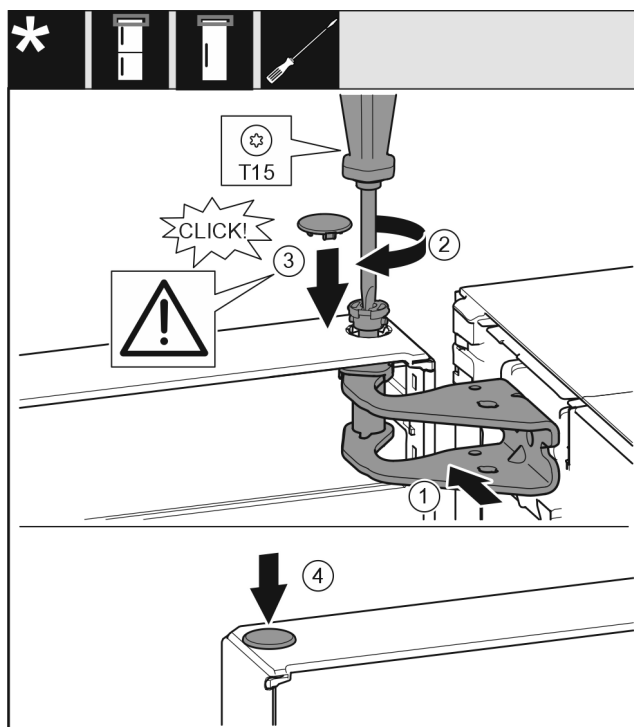

Fig. 26
- ▶ Wyrównać drzwi u góry względem otworu w płytce zawiasu. Fig. 26 (1)
- ▶ Założyć sworzeń Fig. 26 (2) i dokręcić śrubokrętem.
- ▶ Zamontować osłonę zabezpieczającą Fig. 26 (3) w celu zabezpieczenia drzwi: Włożyć osłonę zabezpieczającą i sprawdzić, czy przylega ona do drzwi. Ponadto założyć cały sworzeń.
- ▶ Założyć zatyczkę Fig. 26 (4).